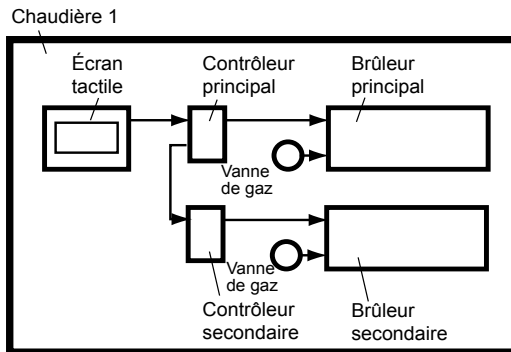

Figure 22. Contrôleurs dans le cadre d'une chaudière seule
- Chaque chaudière est équipée de deux contrôleurs ou régulateurs (régulateurs électroniques internes des brûleurs) et de deux brûleurs, comme indiqué en Figure 22.